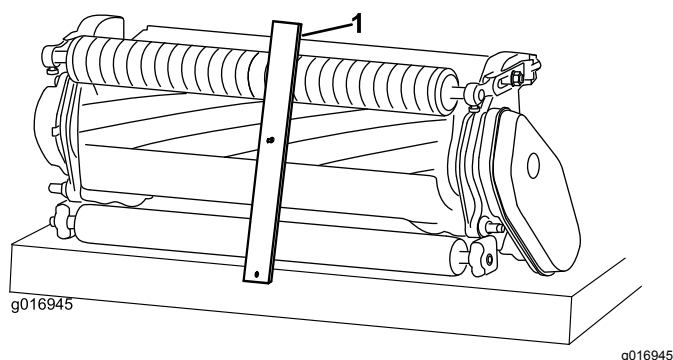

Figura 19
3. Agganciate la testa della vite sul tagliente della controlama, e appoggiate la parte posteriore della barra sul rullo posteriore (Figura 19).